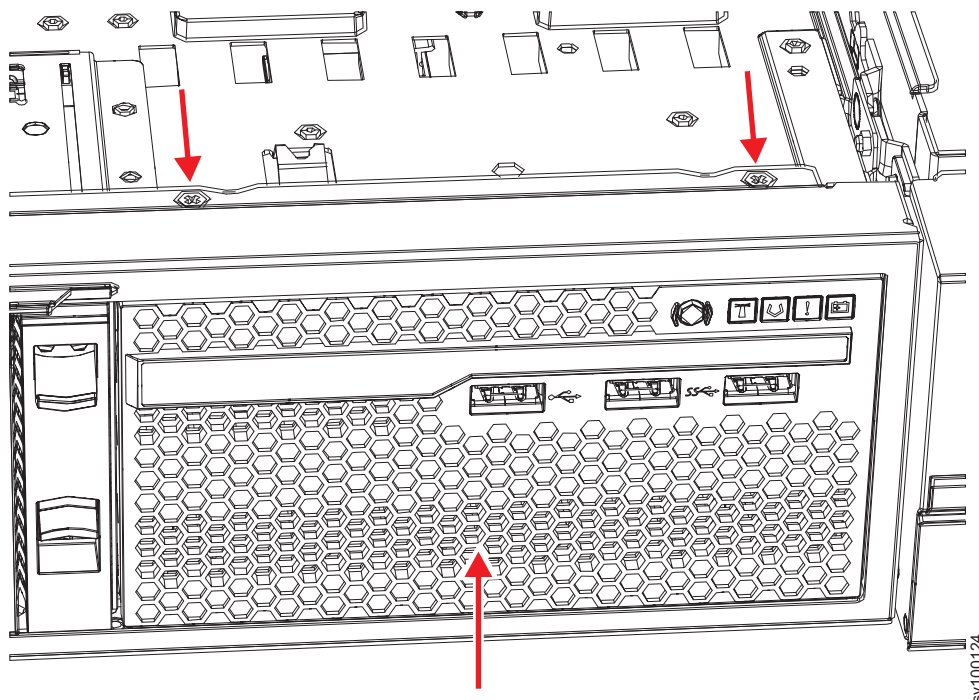

Figura 256. Substituindo o Painel de Informações do Operador do 2145-SV1
2. Na parte frontal do nó, deslize o painel de informações do operador para dentro do nó até que ele se encaixe no lugar, conforma mostrado na Figura 256 na página 318.